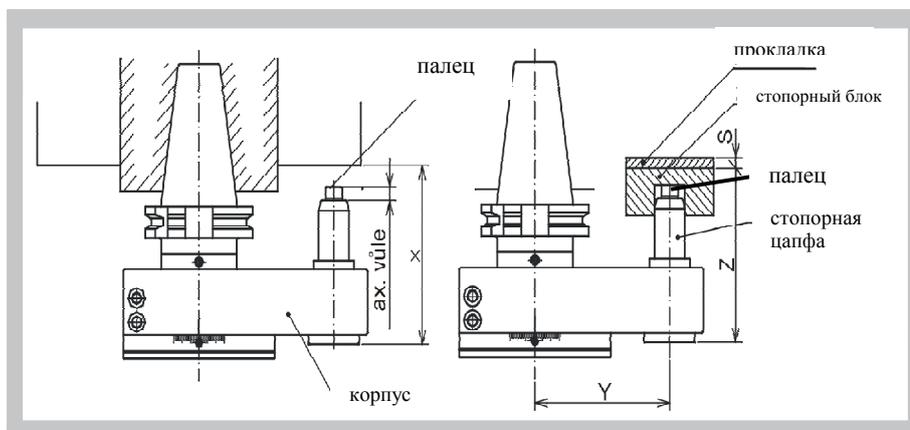

Рис. 15
- ◆ расстояние между центром отверстия стопорного блока и осью шпинделя определяется размером „Y“, (рис. 15).